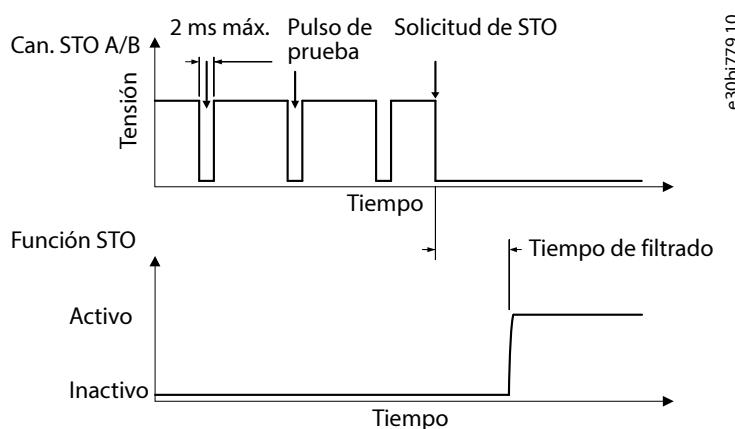

Figura 1: Filtrado del pulsos de prueba
- **Aislamiento galvánico de los terminales:** Los bloques de terminales de I/O de seguridad funcional de la tarjeta de control (X31, X32) tienen entradas independientes aisladas galvánicamente para permitir, por ejemplo, el intercambio de las polaridades de los terminales de entrada de STO, como se muestra en Figura 1 y en Figura 2.